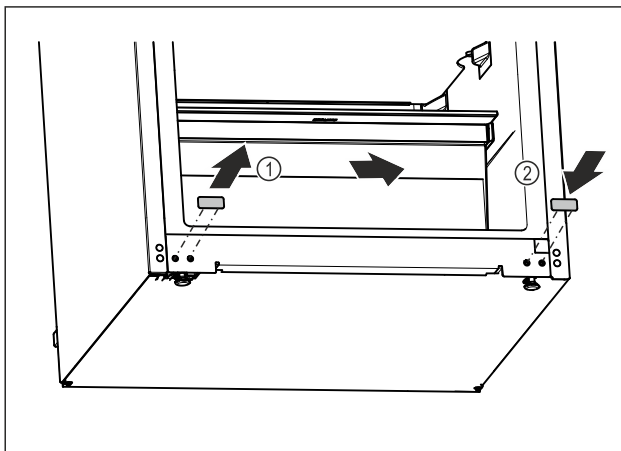

Fig. 20
- ▶ Vytáhněte krycí zátku. Fig. 20 (1)
- ▶ Zasuňte krycí zátku na opačné straně. Fig. 20 (2)